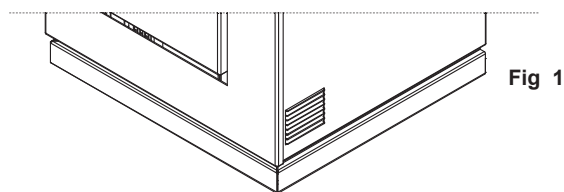

Fig 1
- Agganciare i dentini della cornice negli appositi fori (Fig. 1).
La stufa, nei modelli predisposti per la canalizzazione, è dotata di 2 ventilatori centrifughi adatti a canalizzare l'aria in ambienti limitrofi. Di serie l'aria fuoriesce dalle griglie poste lateralmente con un flusso d'aria di 45 ° rispetto al frontale. (Fig. 1)